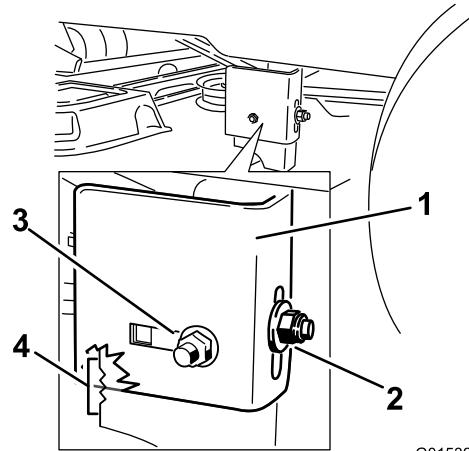

Figura 60
9. Solte a porca de bloqueio traseira no suporte de suspensão (Figura 60).
10. Solte a porca de bloqueio lateral no suporte de suspensão o suficiente para o suporte ser ajustado (Figura 60).
13. Pare a plataforma na posição ajustada e aperte a porca de bloqueio lateral no suporte de suspensão para manter a nova posição (Figura 60).